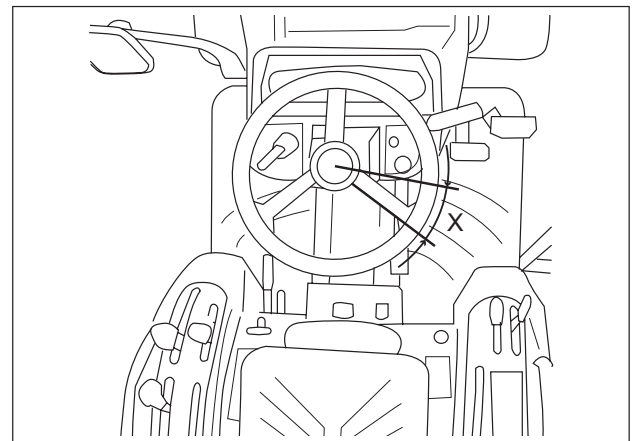

ABB. 156
**ABB. 156:** Das Lenkrad regelmäßig auf übermäßiges Spiel überprüfen. Dieses zeigt sich in der Lockerheit der Lenkung. Das Lenkradspiel darf höchstens 30 bis 60 mm betragen. Es wird außen am Lenkrad an der mit dem „X“ gekennzeichneten Stelle gemessen. Ursachen für zu hohes Lenkradspiel: